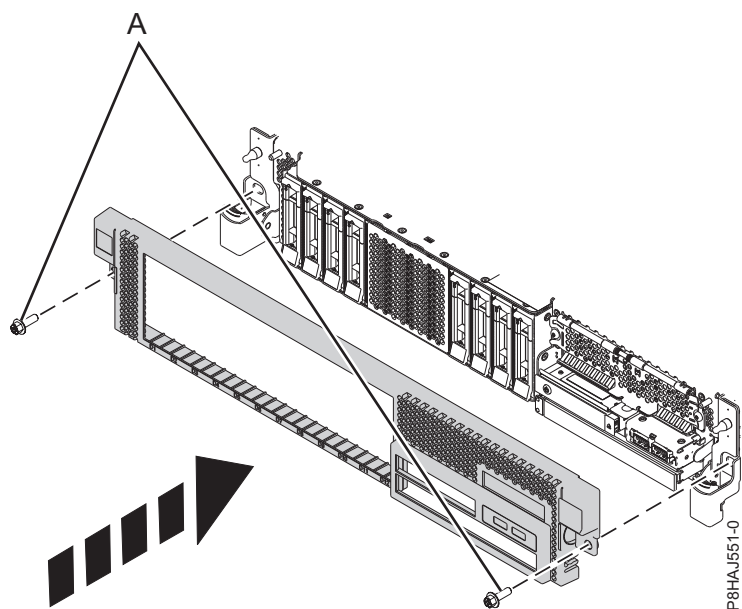

図 30. 前面カバーの取り付け
3. 52 ページの図 30 に示す方向にリリース・ラッチを押して、閉じます。 カチッという音がしてカバーが正しい位置に収まります。カバーにはより簡単につかむことができるくぼみがあります。
4. 配送用ねじ (A) を再取り付けします。